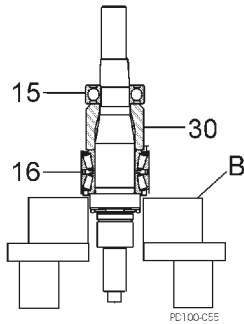

Abb.76 Demontage Lager von Welle
9. Verwenden Sie eine Hydraulikpresse und V-Blöcke (Abb. 76, Pos. B), um die Lager (Pos. 15 und 16) und Distanzhülsen (Pos. 30) zu entfernen.